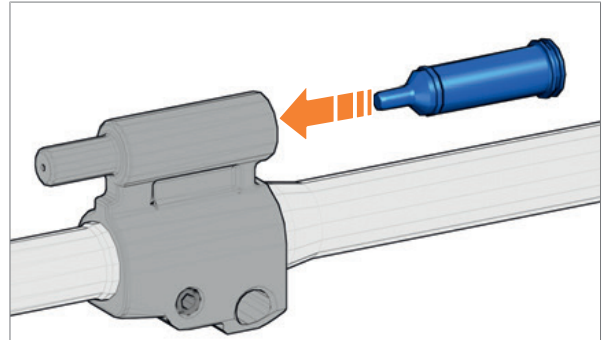

Abb. 129: Gaskolben einsetzen
1. Gaskolben in den Gasblock einsetzen (Abb. 129).